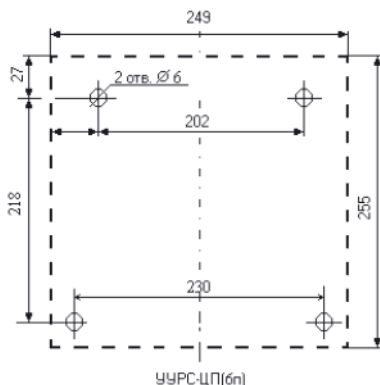

Рис. 4. Порядок разметки для крепления приборов
7.2 Осуществить монтаж прибора на стене или другой несущей поверхности шурупами $\varnothing 4\text{ мм}$ для дюбеля $\varnothing 6\text{ мм}$ так, чтобы нижний край прибора находился на расстоянии около 1,5 м от пола. Разметка для установки прибора приведена на рис. 4.